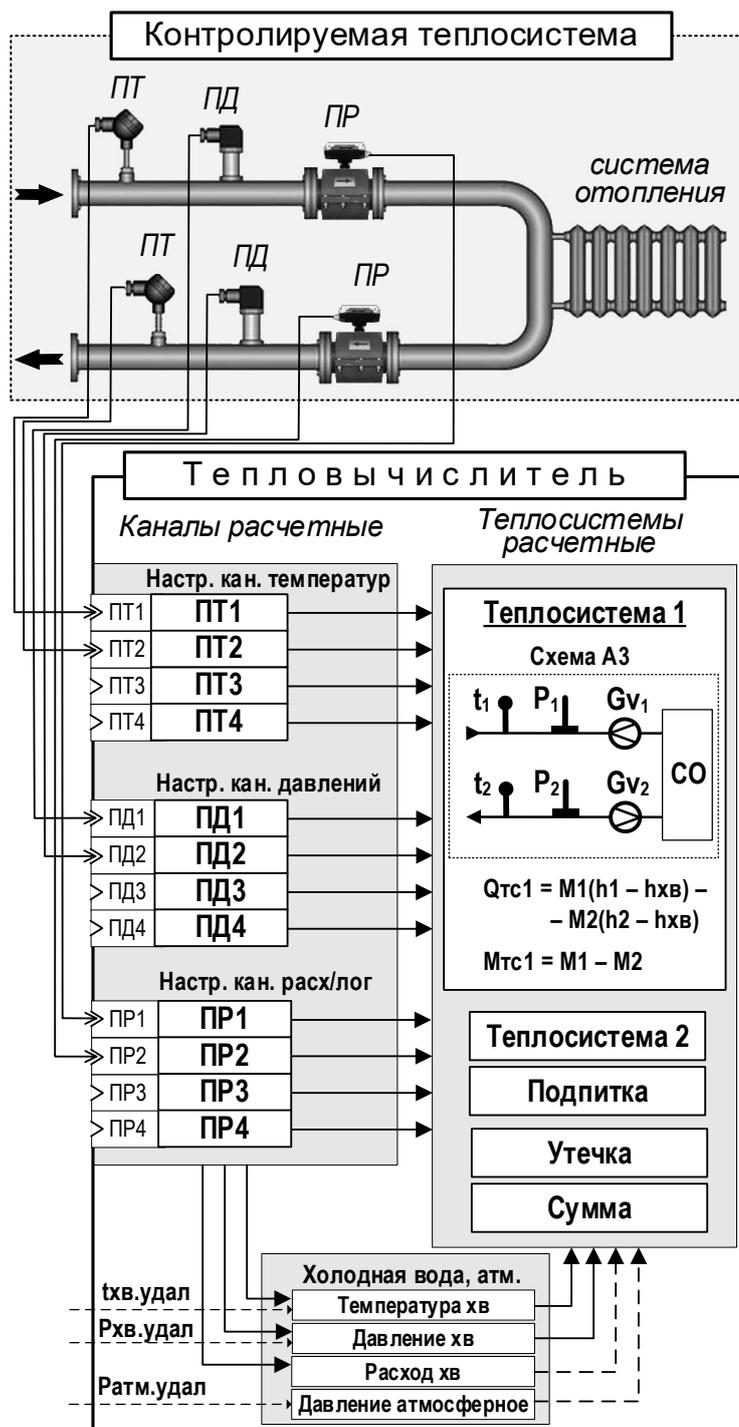

Рис.6. Схема построения системы учета тепла на базе ТВ.
1.7.1.1. Тепловычислитель настраивается в соответствии с общей схемой *контролируемой теплосистемы* (рис.6), т.е. в соответствии с количеством и назначением ее трубопроводов, количеством и распределением по трубопроводам преобразователей температуры (ПТ), давления (ПД), расхода (ПР), а также их характеристиками.